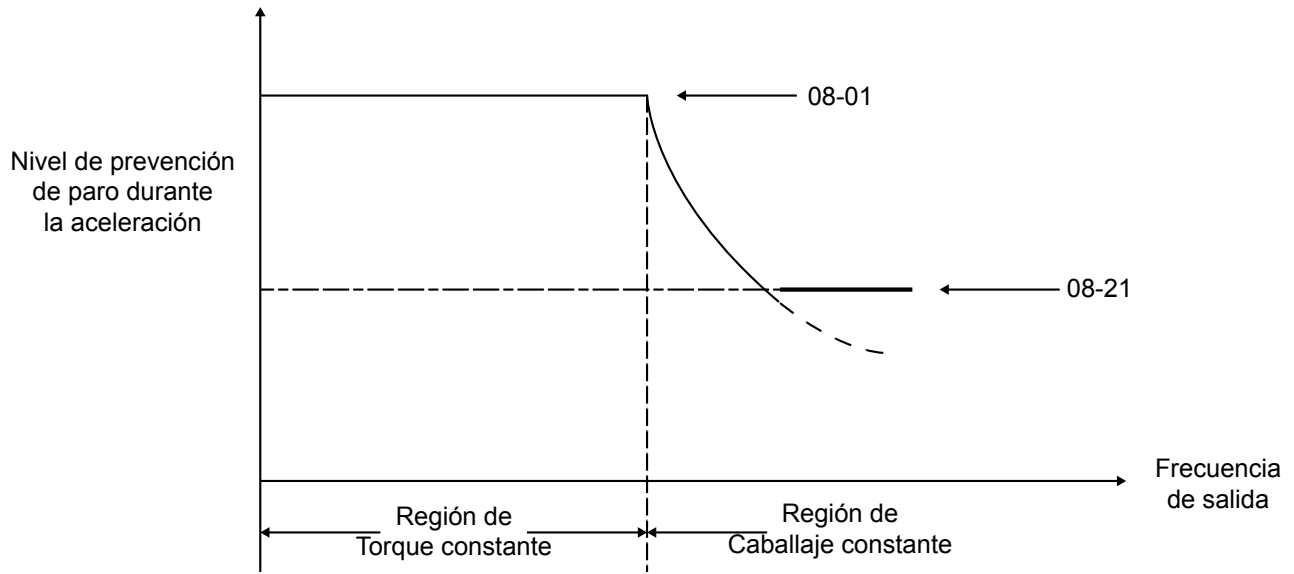

Figura 14.21: Nivel de prevención de paro y límite en aceleración
Si el motor se usa en la región (CH) de potencia constante, el nivel de prevención de paro (08-01) se reduce automáticamente para prevenir el paro, referirse a la Figura 14.21.
Parámetro 08-21 es el valor límite de prevención de paro en la región de caballaje constante. Referirse a la figura 14.21